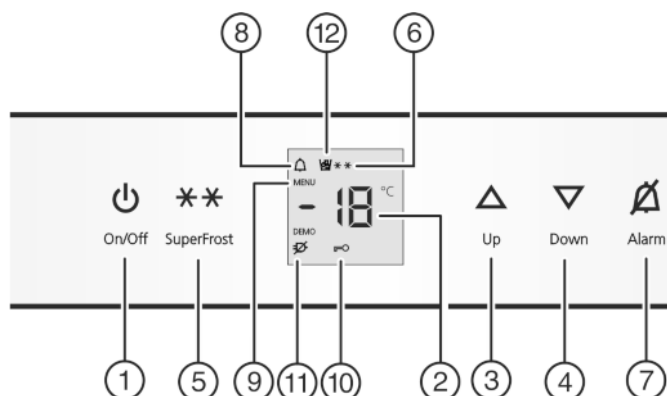

Fig. 2
- ▶ Premere il tasto On/Off *Fig. 2 (1)*.
- ▶ Attivazione del modo regolazione: Premere il tasto SuperFrost *Fig. 2 (5)* per ca. 5 sec.
- ▷ Il simbolo Menu *Fig. 2 (9)* si illumina.
- ▶ Premere brevemente il tasto SuperFrost *Fig. 2 (5)* per confermare.
- ▶ Per inserire la sicurezza bambini premere brevemente il tasto SuperFrost *Fig. 2 (5)*.
- ▷ Il simbolo Sicurezza bambini *Fig. 2 (10)* si illumina. Nel display lampeggia **c**.
- ▶ Per disinserire la sicurezza bambini premere brevemente il tasto SuperFrost *Fig. 2 (5)*.
- ▷ Il simbolo Sicurezza bambini *Fig. 2 (10)* si spegne. Nel display lampeggia **c**.
- ▶ Disattivazione del modo regolazione: premere il tasto On/Off *Fig. 2 (1)*.
- ▶ Premere il tasto Allarme *Fig. 2 (7)*.
Contemporaneamente lampeggiano il display della temperatura e il simbolo Allarme *Fig. 2 (8)*.
L'allarme acustico si disattiva automaticamente e il simbolo Allarme *Fig. 2 (8)* si spegne e il display della temperatura cessa di lampeggiare, quando la temperatura è di nuovo sufficientemente fredda.